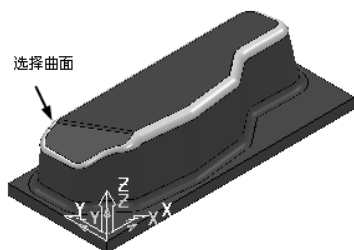
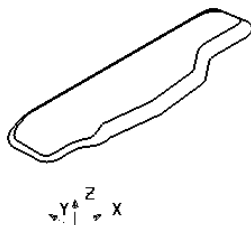

图 5-76 选择曲面 2
图 5-77 创建的边界 3
2) 选择图 5-76 所示的曲面, 然后单击“应用”按钮, 单击“接受”按钮即可完成边界创建, 如图 5-77 所示。